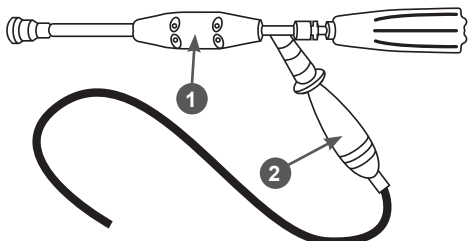

Рис. 2 Присоединение пистолета-распылителя
- соединить струйную трубку с удлинителем и рукояткой опрыскивателя, или присоединить пистолет-распылитель 1 к рукоятке опрыскивателя 2 (Рис. 2);